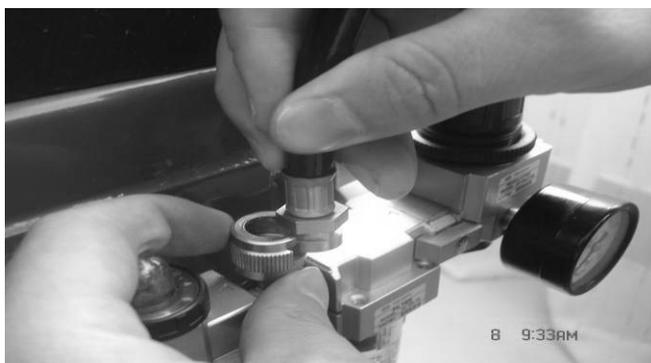

Рис. 15
3.3.3 Подсоедините пистолет для накачивания или корпус шинного манометра: вставьте адаптер пистолета для накачивания или корпуса шинного манометра в паз (рис. 15) в открытой гайке, находящейся на патрубке источника воздуха. Затяните открытую гайку, а затем подключите источник воздуха.